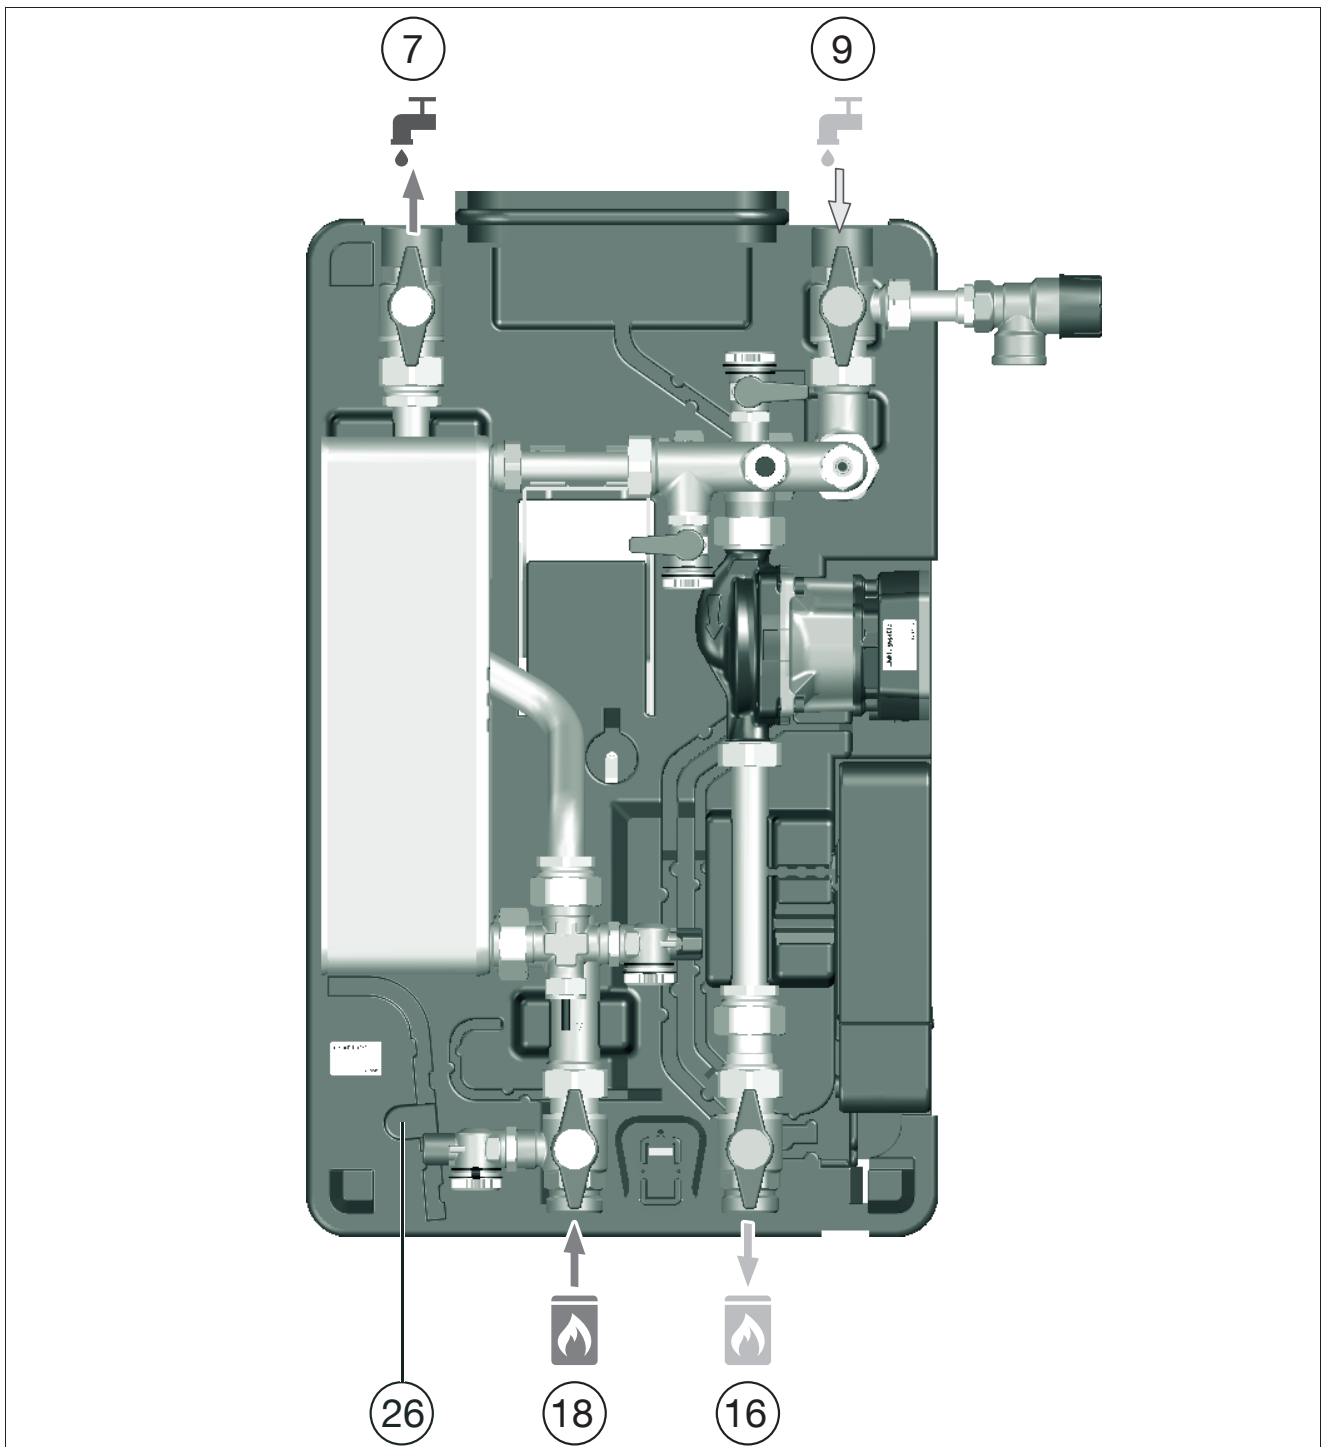

Abb. 16: Funktionsbeschreibung
In der Unterschale befindet sich eine Halterung für den Auslaufbogen des Probenahmeventils (siehe Abb. 16 auf Seite 25).
(7)	Rücklauf Trinkwasser warm
(9)	Vorlauf Trinkwasser kalt
(16)	Rücklauf Speicherkreis
(18)	Vorlauf Speicherkreis
(26)	Halterung Auslaufbogen für Probenahmeventil
- Montieren Sie gegebenenfalls möglichst nahe an den Kaltwasser-Anschluss der Station einen weiteren Trinkwasser-Filter (TF) (Oventrop Zubehör).
- Montieren Sie einen Rückflussverhinderer (Position (4) in Abb. 3 auf Seite 14) in den Vorlauf Trinkwasser kalt (Position (9) in Abb. 16 auf Seite 25), um das Trinkwasser kalt vom bereits erwärmten Trinkwasser innerhalb der Station zu trennen.